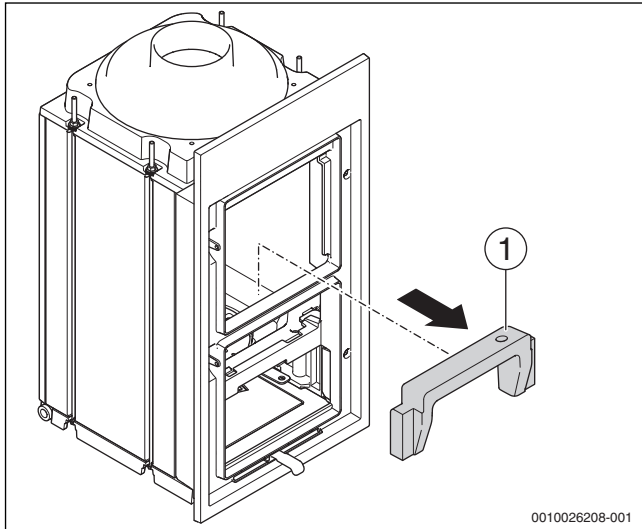

Bild 20 Frontstein (Hitzeschutzstein) ausbauen
- ▶ Durch die Füllraumtür greifen und den Stein (→ Bild 20, [1]) entnehmen.